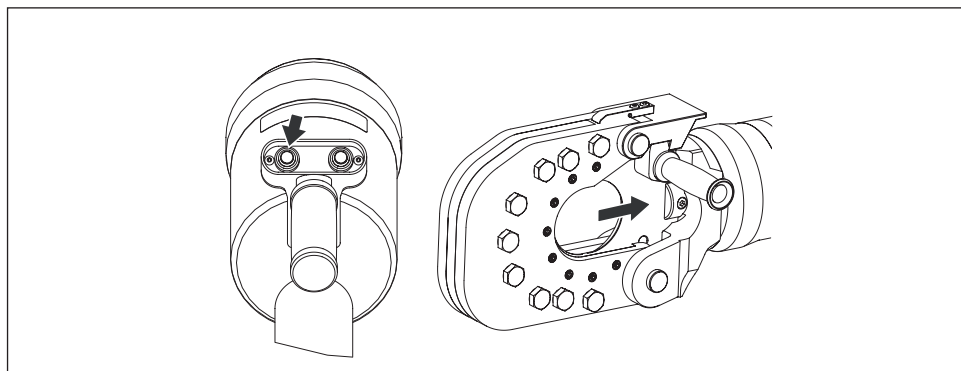

Figura 11, operação - retração
- Pressione e segure o botão de **retração** para retrain o pistão e deslizar a lâmina móvel para trás. Veja a Figura 11.